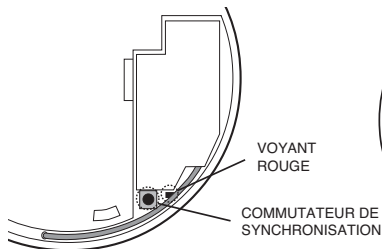

Figure 2a
4. Avant de fixer le détecteur sur la plaque de fixation, exercez une pression prolongée sur le commutateur de synchronisation situé sur la face arrière du module RadioLINK jusqu'à ce que le voyant rouge s'allume (voir Figure 2a), puis relâchez le commutateur de synchronisation.